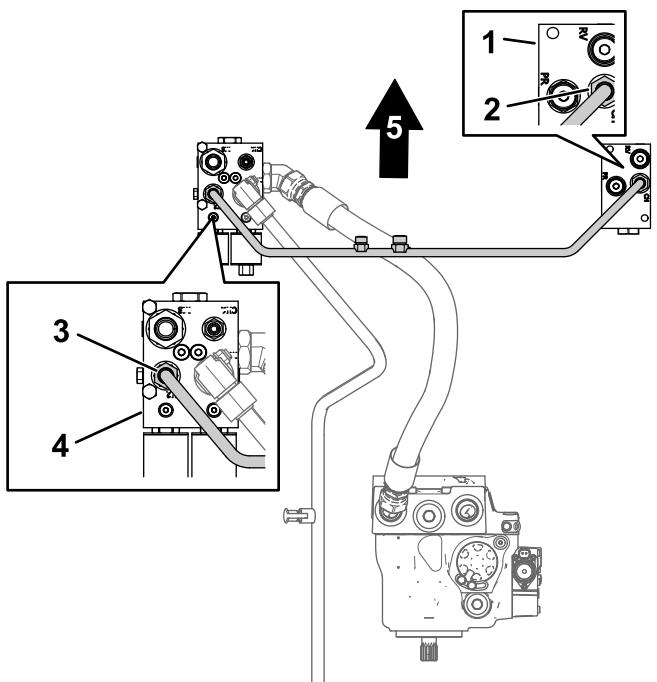

図 9
- クロスマニホールドチューブのチューブナットを、後走行マニホールドのフィッティングとフローデバイダのマニホールドに合わせる図9。